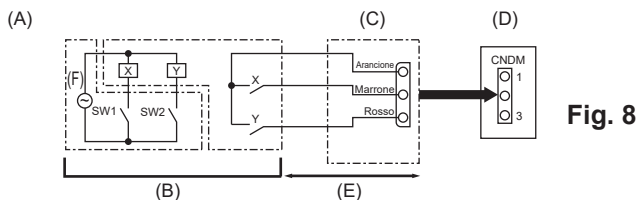

Fig. 8
8.1. Modalità bassa rumorosità (modifica in loco) (Fig. 8)
8.2. Funzione a richiesta (modifica in loco) (Fig. 8)